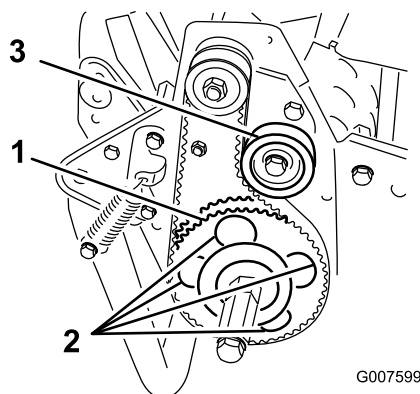

Figura 51
7. Gire la polea arrastrada hasta que los taladros queden alineados con los 4 tornillos con arandela prensada del cojinete de rodillos (Figura 51).
11. Ajuste la tensión de la correa y apriete el tornillo de montaje de la polea tensora (Figura 51).